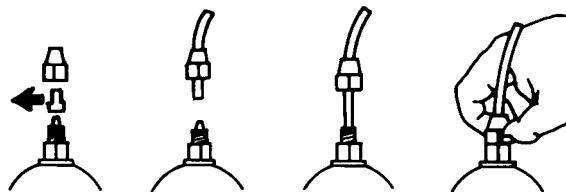

Fig. 7
- e.- Retirar as duas cápsulas de proteção dos nipples, inserir até o fundo as mangueiras nos espigões cônicos e travá-las com as respectivas porcas-trava de fixação (Fig. 7).